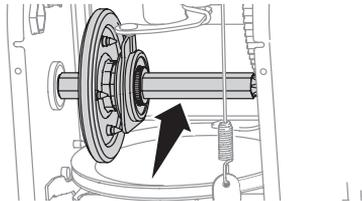

Figure 79
- Enduisez l'arbre hexagonal d'une mince couche de lubrifiant Bostik Regular Grade Never-Seez®. Voir Figure 79.